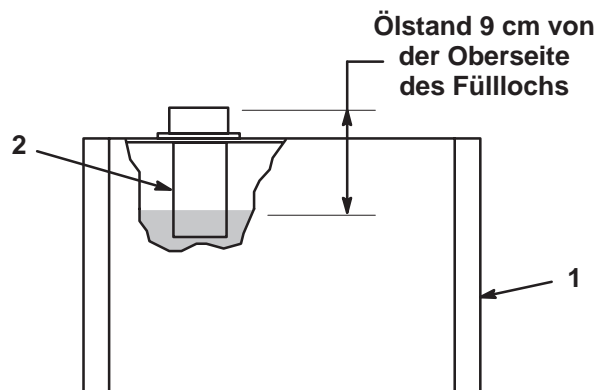

Bild 17
2. Nehmen Sie den Deckel vom Tank ab und prüfen Sie den Ölstand. Der Ölstand darf ungefähr 9 cm unter der Oberseite des Fülllochs stehen (Bild 17).